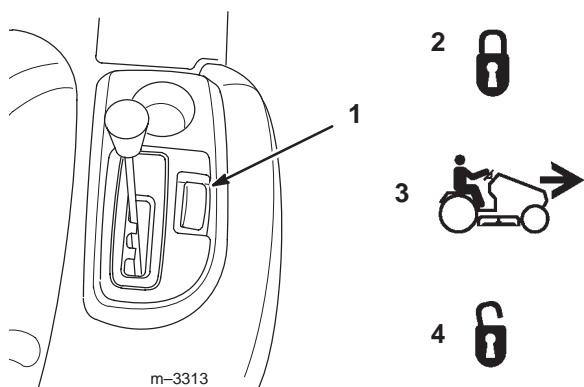

Figure 22
Le régulateur de vitesse est commandé par un commutateur (Fig. 22) situé sur l'aile droite. Il maintient une vitesse de déplacement constante sans actionnement de la pédale. Le régulateur de vitesse ne fonctionne qu'en marche avant.
2. Appuyez sur la pédale de déplacement sans la relâcher et poussez la commande du régulateur de vitesse (Fig. 22) en position Activé.
- Appuyez sur la pédale de déplacement sans la relâcher et amenez la commande du régulateur de vitesse (Fig. 22) en position Désactivé.